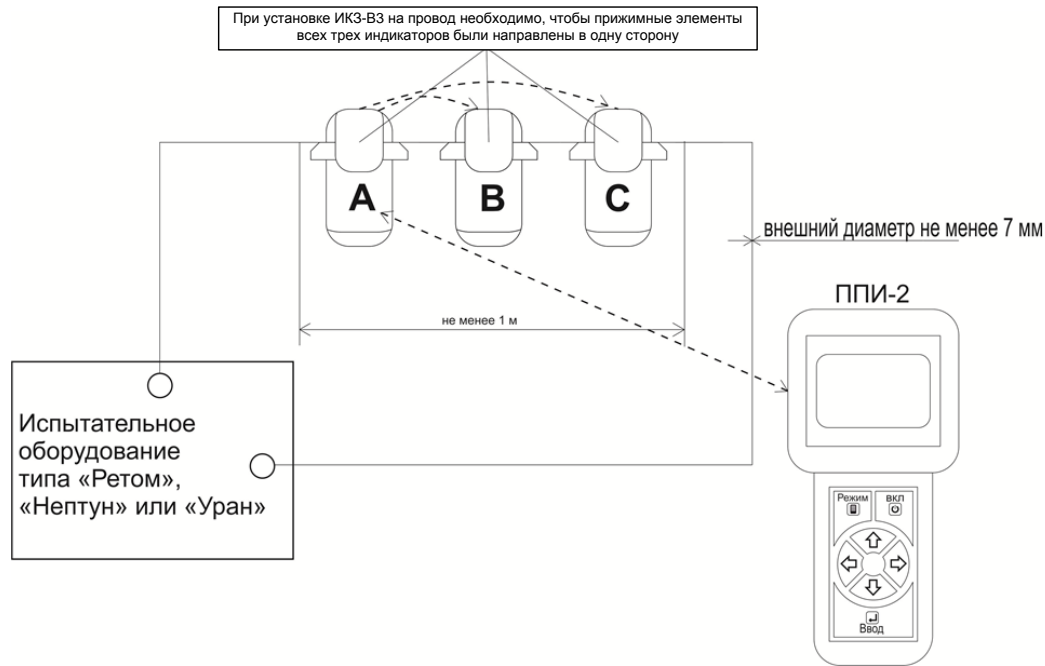

Рисунок 3 – Примерная схема подключения ИКЗ-В34-У3 к испытательному оборудованию типа «Ретом», «Нептун», «Уран» или аналогичному.
- расположить комплект индикаторов ИКЗ-В34-У3 на одном проводе длиной не менее 1 м и внешним диаметром провода не менее 7 мм (Рисунок 3).